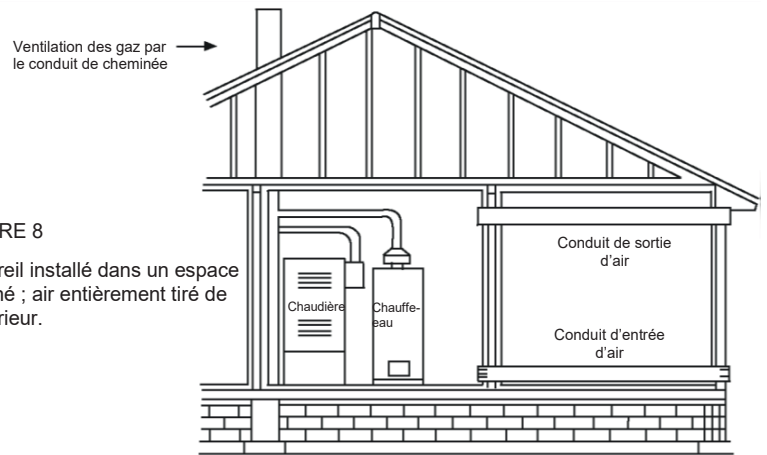

FIGURE 8
1. Lorsque ces ouvertures communiquent avec l'extérieur par des conduits horizontaux, chaque ouverture de conduit doit avoir une surface libre minimale de 6,5 cm² (1 po²) pour un débit calorifique total de 2 000 BTU/h produit par tous les appareils installés dans la pièce (Figure 8).